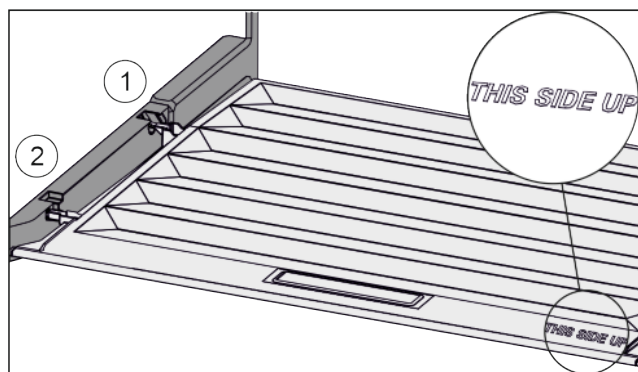

Fig. 32
- ▶ Ramiona pokrywy wprowadzić ponad otworem tylnego uchwytu Fig. 32 (1) i zazębić z przodu w uchwycie Fig. 32 (2).